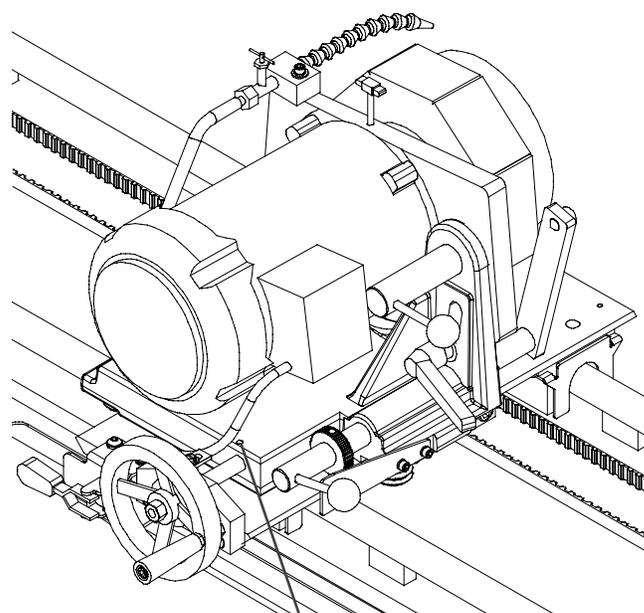

ABB. 20
Wenn am Handrad für die Zustellung des Schleifkopfes ein Nachlaufen auftritt (siehe ABB. 20), sind zwei Einstellpunkte zu überprüfen:
2. Überprüfen Sie die Spannung der Nylonkugel am Gewinde der Verstellwelle am Schleifkopfschlitten. Siehe ABB. 20. Wenn Sie das Handrad drehen, sollte kein Spiel im Handrad sein, bevor sich die Schleifkopfschienen bewegen. Wenn Spiel vorhanden ist, ziehen Sie die Einstellschraube fest, die die Nylonkugel an das Acme-Gewinde der Verstellwelle drückt. Die Nylonkugel bewirkt eine Vorspannung, die das Spiel der Gewindeverbindung zwischen der Verstellwelle und dem Gleitblock der Werkzeugstange beseitigt. Bringen Sie nur soviel Spannung an, dass kein Spiel mehr vorhanden ist. VERMEIDEN Sie ein Überspannen, andernfalls wird sich die Verstellvorrichtung schwer drehen lassen.